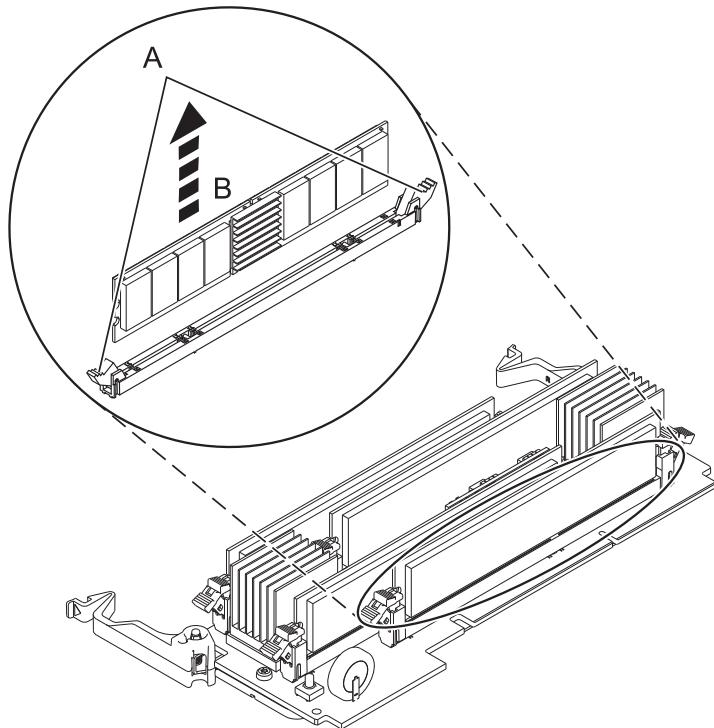

図 10. メモリー・モジュールの取り外し
11. 次のようにして、メモリー・モジュールを取り外します。 23 ページの図 10 に示すように、ロックイング・タブ (A) を押して開き、メモリー・モジュールのロックを解除します。 メモリー・モジュール (B) を持ち上げて、コネクターから外します。 このタブ操作で、メモリー・モジュールがコネクターの外に押し出されます。